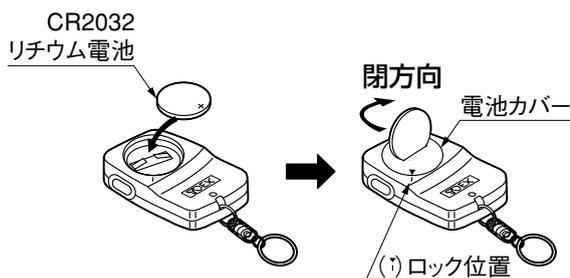

図15-2
- ② 電池は「+マーク」が見える向き（上側）ではめ込んでください。（図15-2参照）
- ③ 電池カバーを、外した位置で差込み、コイン等で時計回りに回し閉めてください。（図15-2参照）
- 「マーク」を合わせます。「締め忘れ」に注意してください。（図15-2「ロック位置マーク」参照）